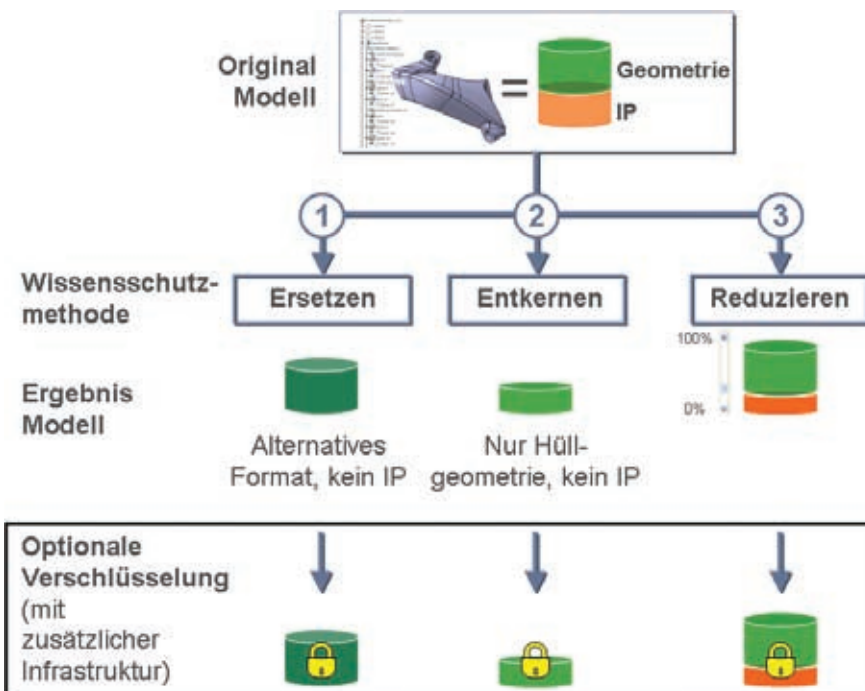

Bild 3: Die verschiedenen Methoden des Wissensschutzes werden hier verdeutlicht (Bild: :em engineering methods AG).
Um Wissen im Datenaustauschprozess zu schützen, existieren prinzipiell die Möglichkeiten das enthaltene Wissen im Modell zu verschlüsseln und/oder aber das Wissen vor dem eigentlichen Datenaustausch zu entfernen beziehungsweise zu konvertieren. Das Bild 3 zeigt wie, ausgehend von einem Originalmodell, verschiedene Schutzmaßnahmen getroffen werden können. Das Originalmodell enthält neben den reinen Geometrieinformationen (grün dargestellt) auch Inhalte, die Unternehmenswissen repräsentieren (orange dargestellt). Die Methode des Ersetzens (1) zum Beispiel durch neutrale Formate wie STEP, IGES und STL entfernt vollständig das Wissen, welches in den pro-